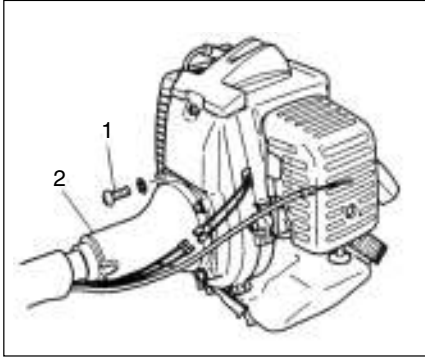

Fig. 1-1
- (En) Drive shaft to engine (Fig. 1-1)**
- (Fr) Arbre de transmission du moteur (Fig. 1-1)**
- (It) Montaggio dell'albero trasmissione al motore (Fig. 1-1)**